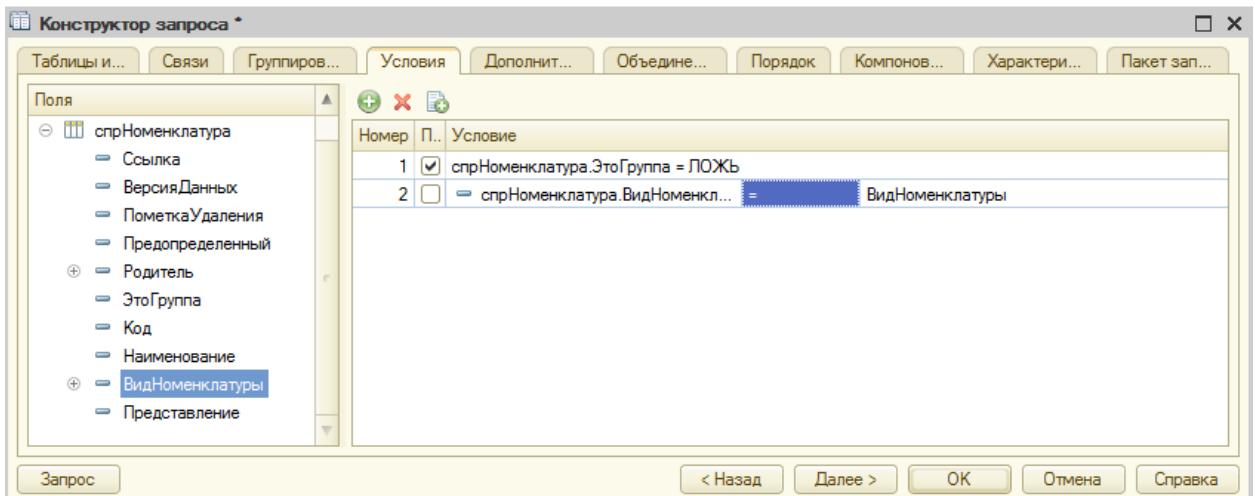

Рисунок 71 Вкладка Условия
8. Установите условие отбора записей, чтобы группы справочника (Товары, Услуги) не попадали в отчет на вкладке **Условия** (рис. 71). Для